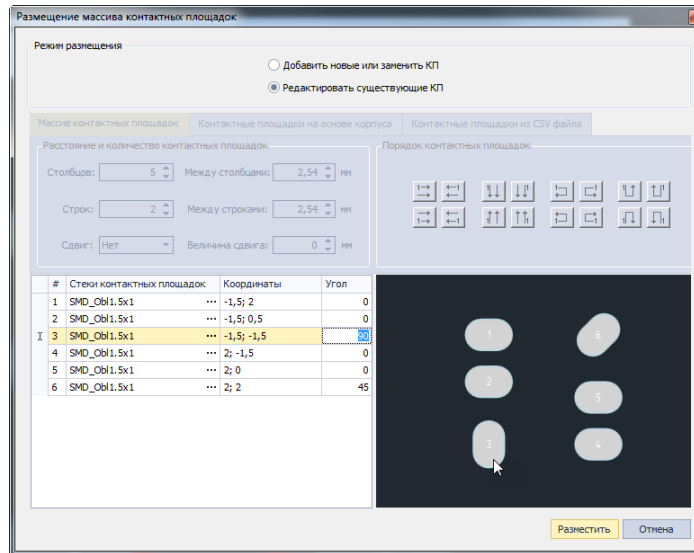

Рис. 138 Изменение координат и угла поворота контактных площадок
4. Скорректируйте, при необходимости, координаты и угол поворота элементов массива в столбцах «Координаты» и «Угол», см. Рис. 138.